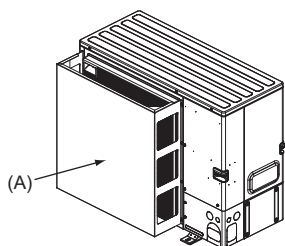
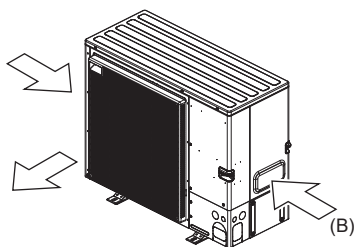

Fig. 2-5
Fig. 2-6
- (2) Installer un guide de protection d'air si l'appareil est placé dans un endroit où les vents violents d'une tempête, par exemple, pourraient s'engouffrer directement dans la sortie d'air. (Fig. 2-5)
- (A) Guide de protection d'air
- (3) Placer l'appareil de sorte que la sortie d'air souffle dans la direction perpendiculaire à celle des vents saisonniers, si celle-ci est connue. (Fig. 2-6)
- (B) Sens du vent